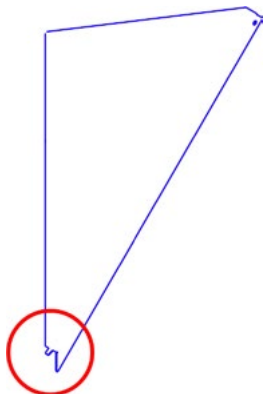

Рис. 7
1. Возьмите треугольную вставку и с помощью плоскогубцев отогните монтажный язычок в основании вставки на 45° (Рис.7).